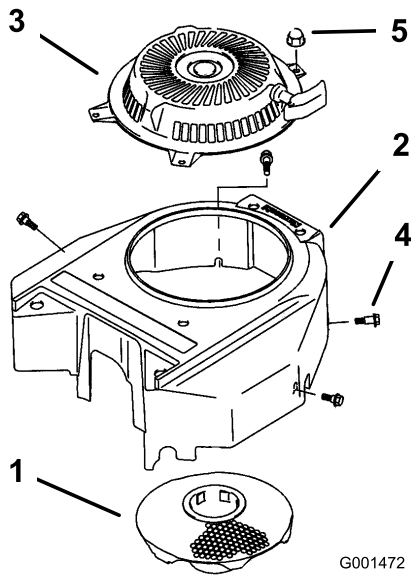

Figure 30
3. Retirez la grille d'entrée d'air, le lanceur et le boîtier du ventilateur (Figure 30).
5. Remettez la grille d'entrée d'air, le lanceur et le boîtier du ventilateur (Figure 30).